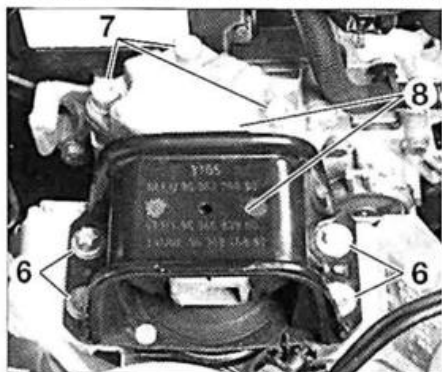

FIG. 57
- los tornillos de fijación (6) y (7) de los soportes motor derecho (fig. 57).
- desmontar el conjunto de los soportes motor derecho (8).
- la tuerca (9) de soporte de caja de velocidades